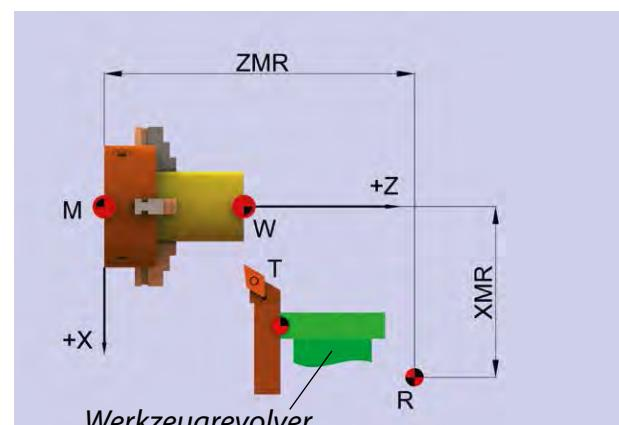

Abbildung 5
Referenzpunkt (R) (Abb. 5):
Werkzeugträgerbezugspunkt (T) (Abb. 5):